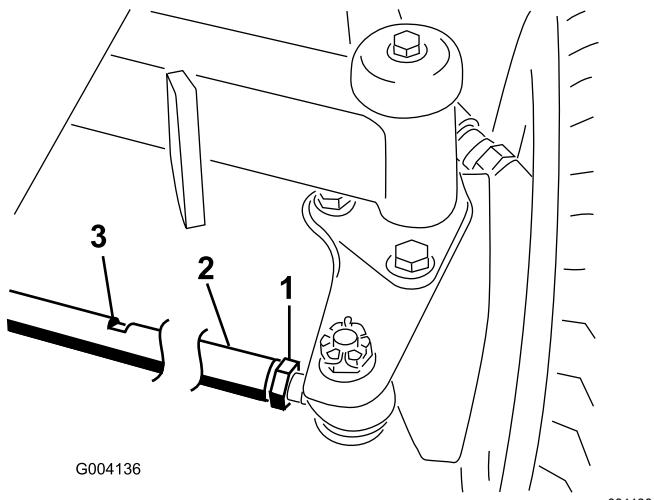

Figura 64
2. Afloje las contratuercas de ambos extremos del tirante (Figura 64).